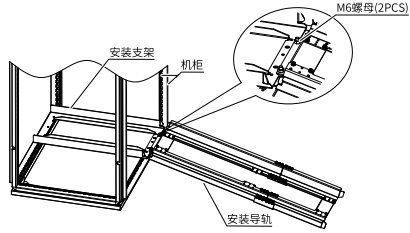

图1-12 安装导轨机柜内安装示意图
b. 将安装导轨前端的两个圆孔对准安装支架的螺杆，用2个M6螺母锁紧，将导轨安装到机柜上，如第24页“图1-12”所示。